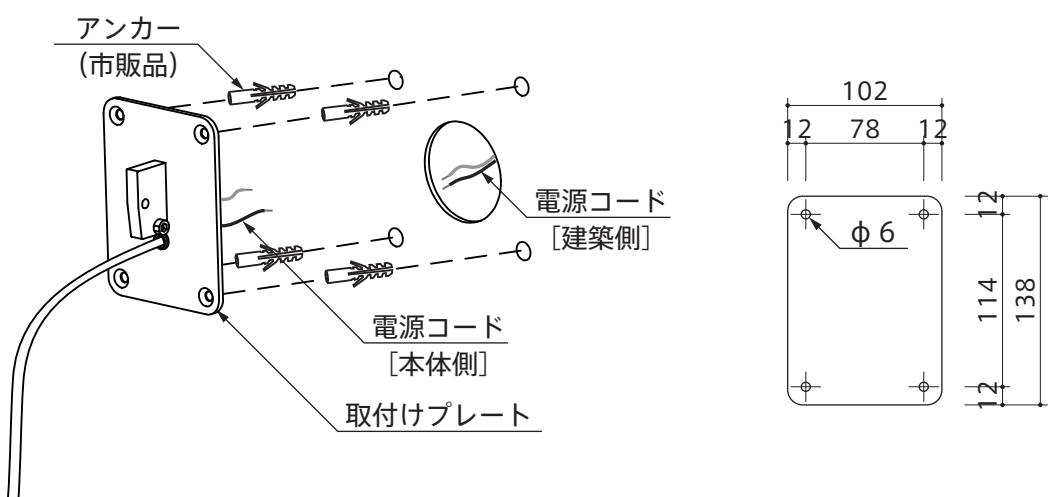

図 2
2. 取付けプレートより出ている電源コード [本体側] と電源コード [建築側] を結線します。 (図 2)